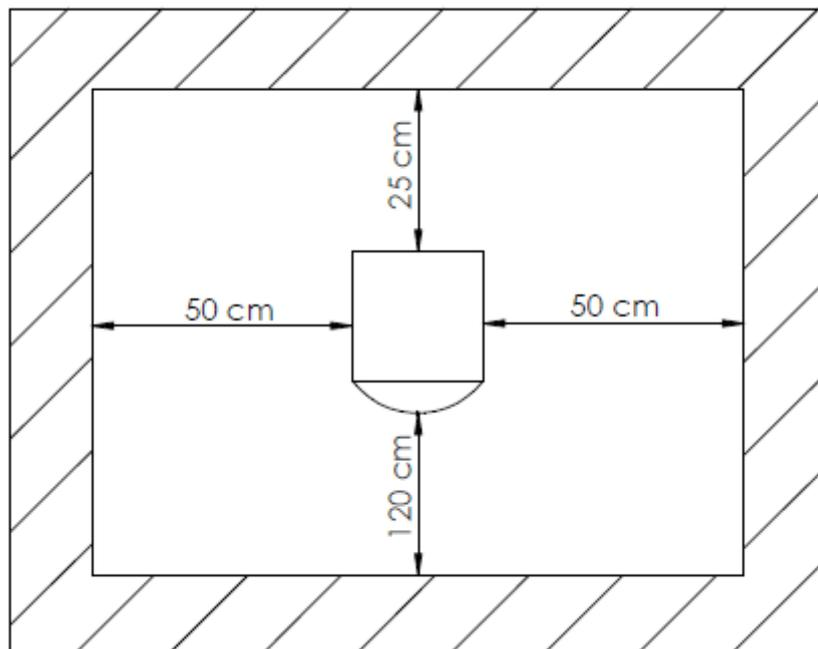

Abb. 5: Mindestabstände für die Aufstellung der Wärmepumpe
- ▶ Die Mindestabstände zu benachbarten Gegenständen müssen eingehalten werden (siehe Abb. 5).